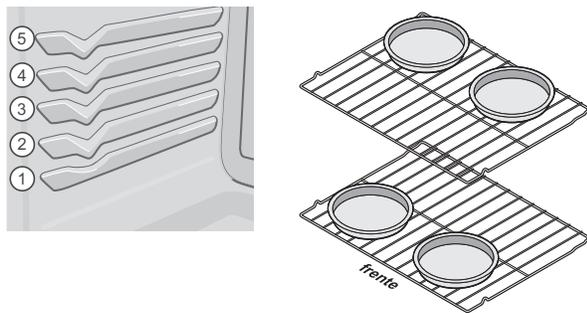

Figura 20: Posiciones de las parrillas (izq.) y recomendaciones sobre el espacio adecuado entre los utensilios (der.)
- Para obtener los mejores resultados al hornear tortas usando dos parrillas para horno, coloque las parrillas en las posiciones 2 y 4. Cuando hornee usando dos parrillas de horno, coloque los utensilios como se muestra en figura 20. Para una adecuada circulación del aire, deje al menos 2" (5 cm) alrededor de los utensilios.